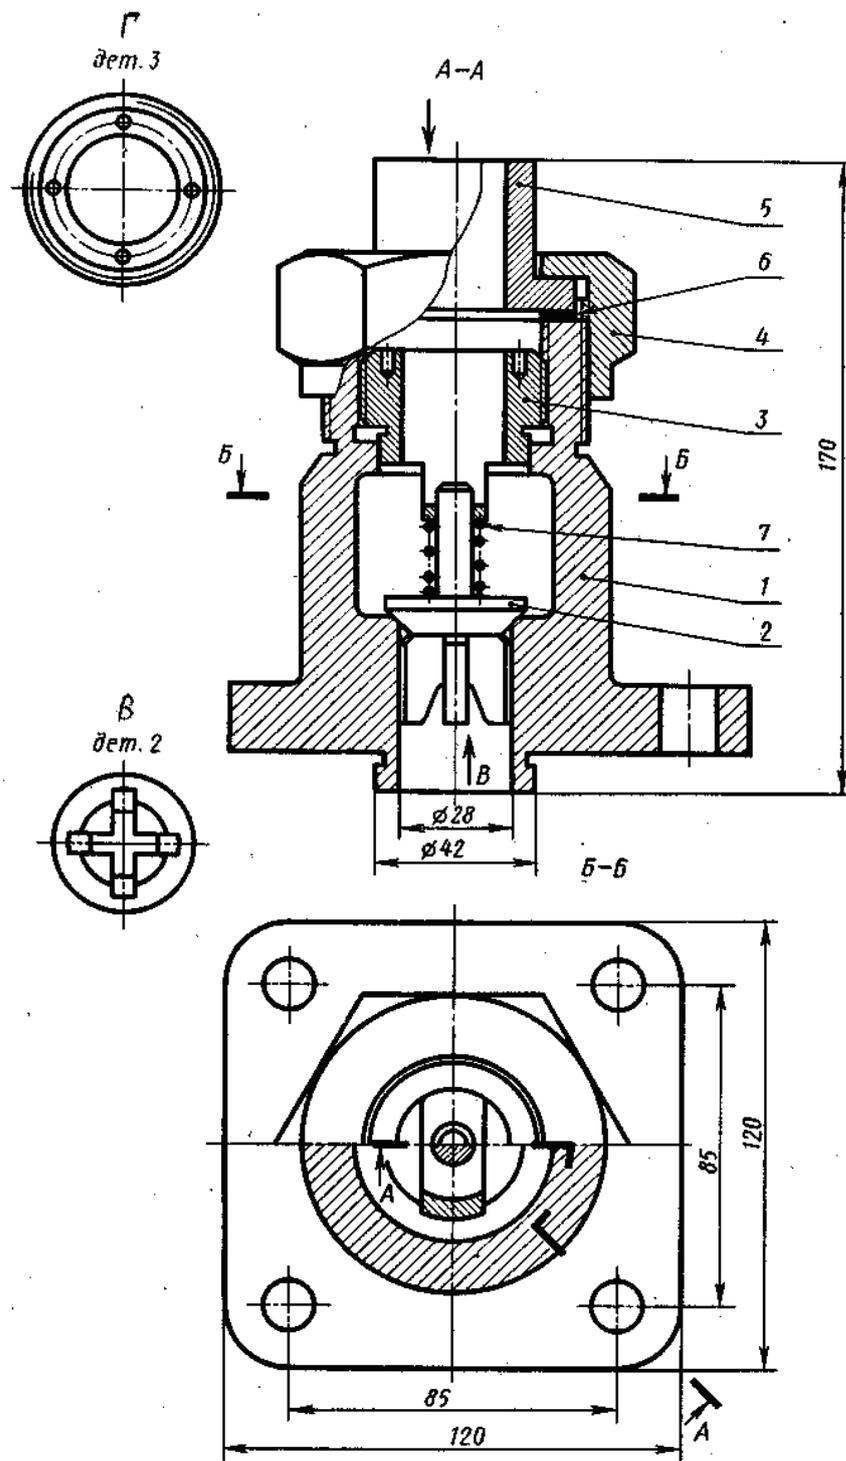

Рисунок 2- Сборочный чертеж сборочной единицы «Клапан обратный»
1. Выбрать вариант задания (рис.2, 3);